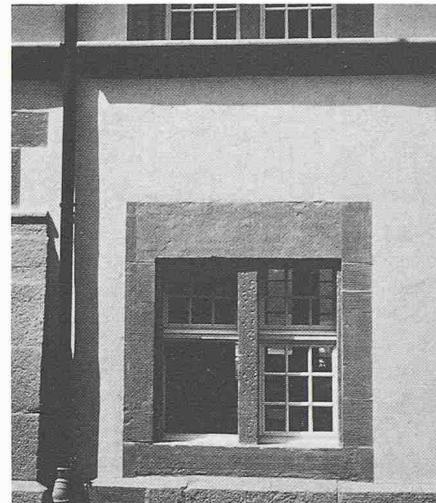

Bild 15. Abrieb 1 mm, gestrichen. (Schloss Laupen 1985)
- Der *Abrieb* kann mit verschiedenen Körnungen ausgeführt werden (Bild 15).